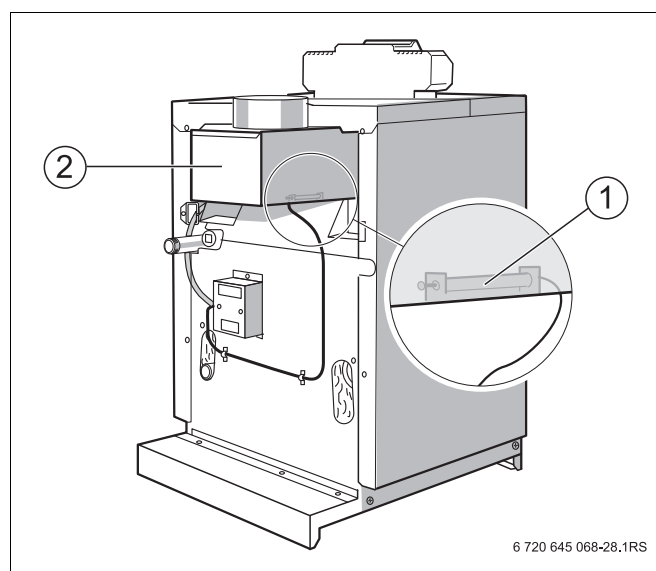

Рис. 32 Проверка системы контроля дымовых газов AW 50
- Снять датчик температуры дымовых газов (Рис. 32, **поз. 1**) с прерывателя тяги (Рис. 32, **поз. 2**).
- При работающей горелке удерживать наконечник датчика температуры (Рис. 32, **поз. 1**) в середине потока дымовых газов. Подача газа прекращается максимум на 120 секунд, и горелка выключается. Через несколько минут горелка вновь автоматически включится, так как остается потребность в тепле.
- Установить датчик температуры дымовых газов (Рис. 32, **поз. 1**) на место.